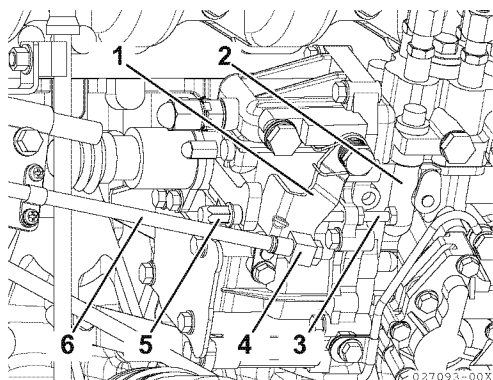

Figura 5
1. Para ajustar, afloje el tornillo de ajuste (**Figura 5, (4)**) o el conector de cables (**Figura 6, (3)**) para el cable de control remoto del lado del motor, y ajuste.
2. Ajuste primero la posición de parada de alta velocidad (**Figura 5, (5)**) o (**Figura 6, (6)**) y luego la parada de baja velocidad (**Figura 5, (3)**) o (**Figura 6, (4)**), con el tornillo de ajuste de la palanca del control remoto (**Figura 5, (1)**) o (**Figura 6, (5)**).